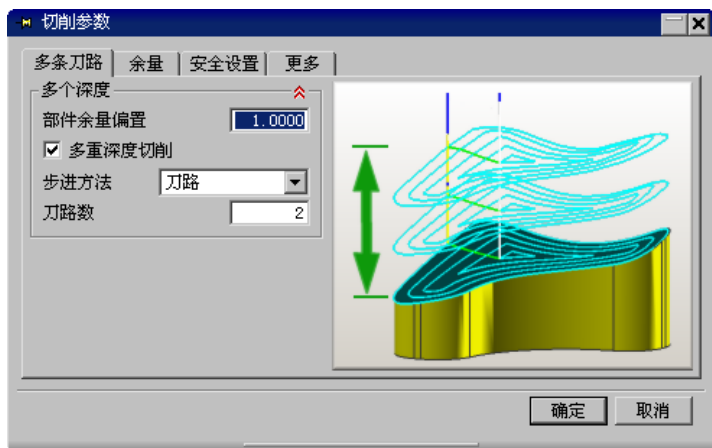

图 4.6.9 “多条刀路”选项卡
Step2. 在“切削参数”对话框中单击 **多条刀路** 选项卡, 其参数设置如图 4.6.9 所示。